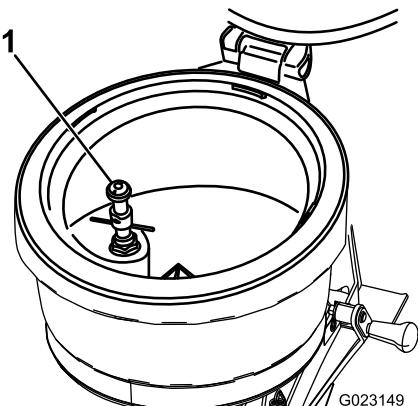

図34
エダクタタンクの内部に薬剤容器のすすぎ口図34が設けてあります。薬剤容器が空になったら、容器をさかさまにし、容器のフチの部分を使ってリンスの口を押して容器の内部を洗ってください。ボトルリンスは、液剤タンクの液で洗浄されます。空の薬剤容器は、ボトルリンスの吐出口から噴出する液剤タンクからの薬液で洗浄されます。
- 容器をさかさまにして容器の口のヘリの部分でバルブを押す図 34 ボトルリンス薬剤容器すぎ (ページ 19)を参照。